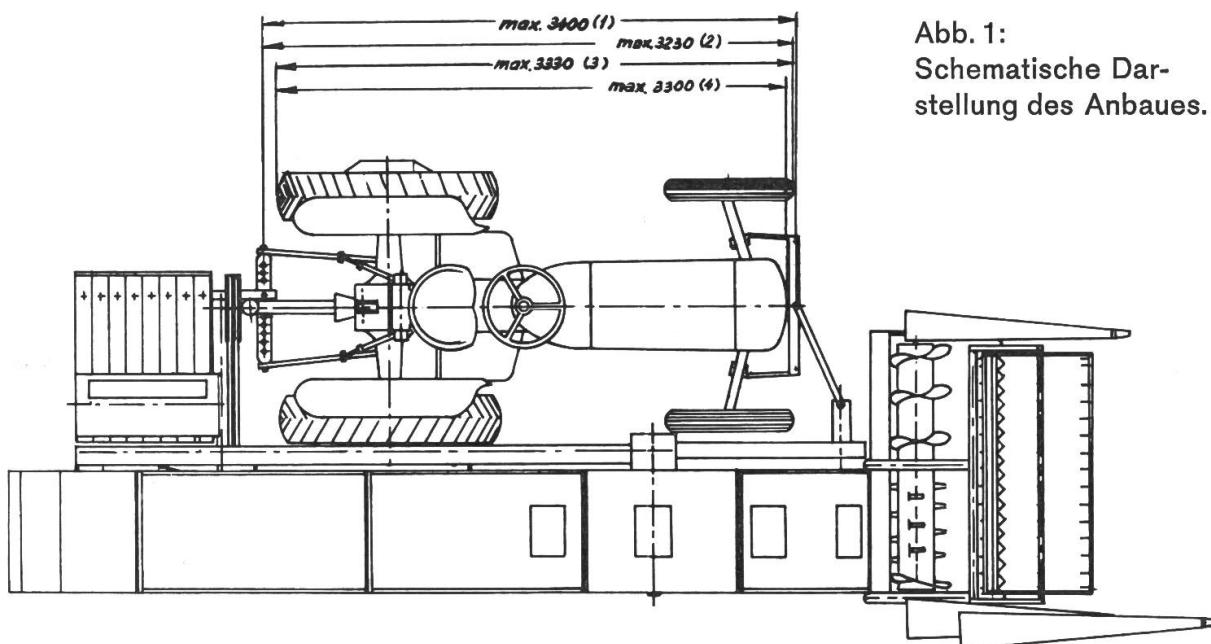

Abb. 1:
- Der Mähdrescher kann an die meisten Traktoren zwischen 30–50 PS angebaut werden. Als Richtlinie für die zulässigen Traktormasse wird auf Abb. 1 hingewiesen.